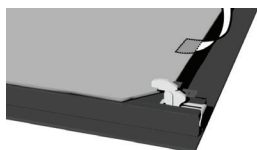

Figure 2
- Tenez la porte vitrée par le bord inférieur, soulevez-la légèrement de sorte qu'elle ne soit plus fixée au support et enlevez-la (Figure 2).